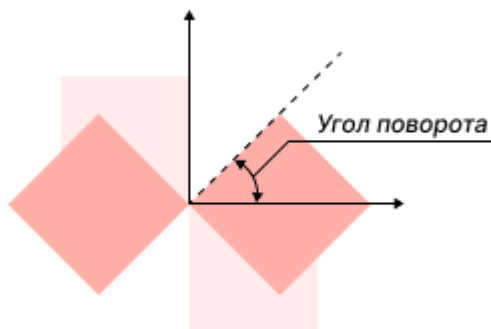

Рис. 170 Поворот апертуры
- Угол поворота – величина угла поворота горизонтальной осевой линии апертуры против часовой стрелки, значение может быть задано в диапазоне 0 – 359° с шагом 1°, см. Рис. 170.